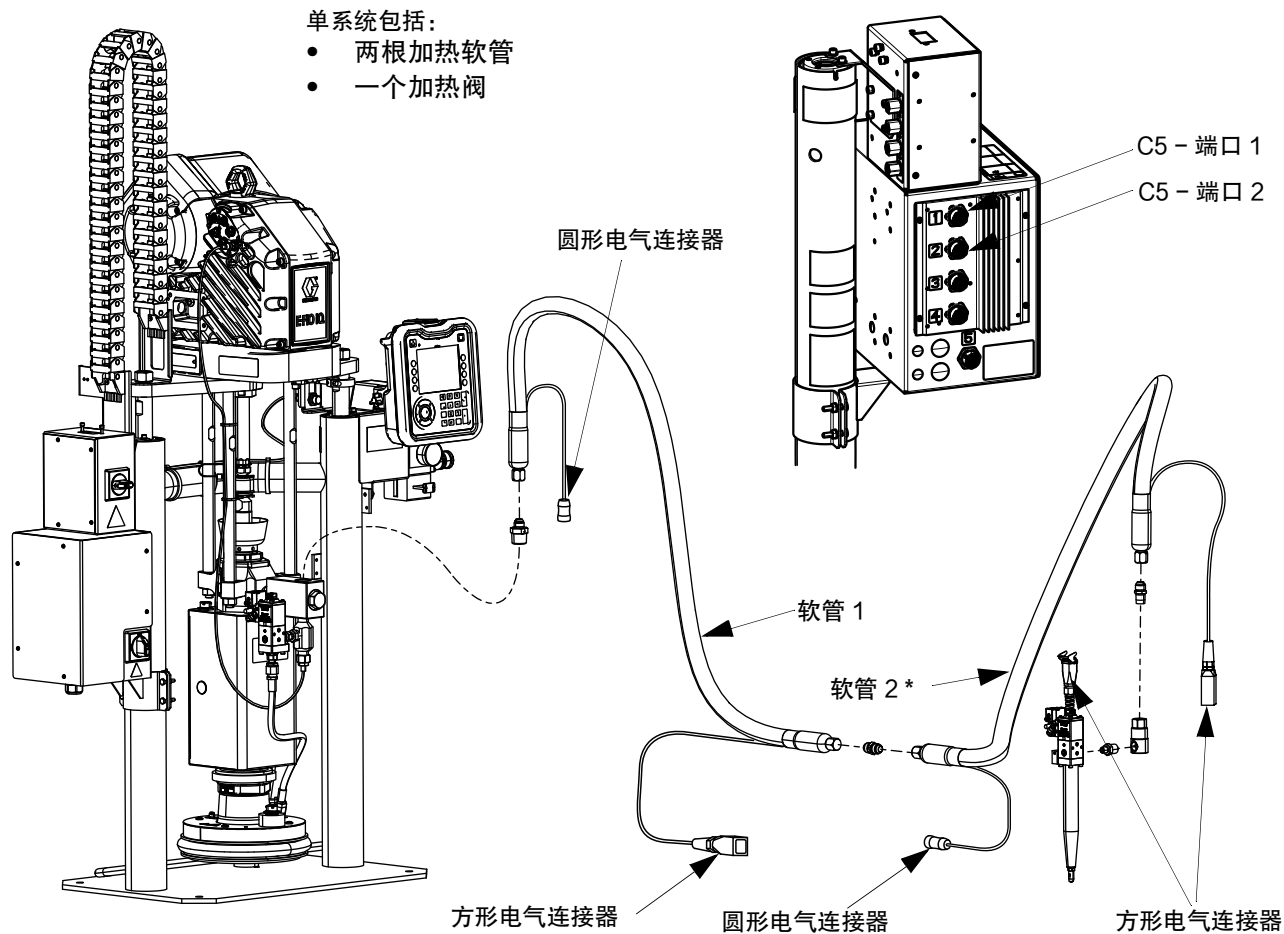

图 32
- 加热阀 - 从软管 2 到 iQ 分注阀 (B) 的方形电气接头。参见图 32。